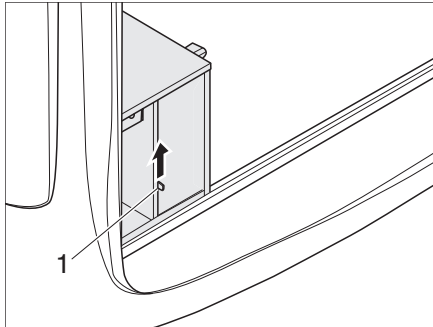

Bild 73 Verriegelung Gaskocher-Auszug
- ▶ Verriegelung (Bild 73,1) des Gaskocher-Auszugs nach oben bewegen.